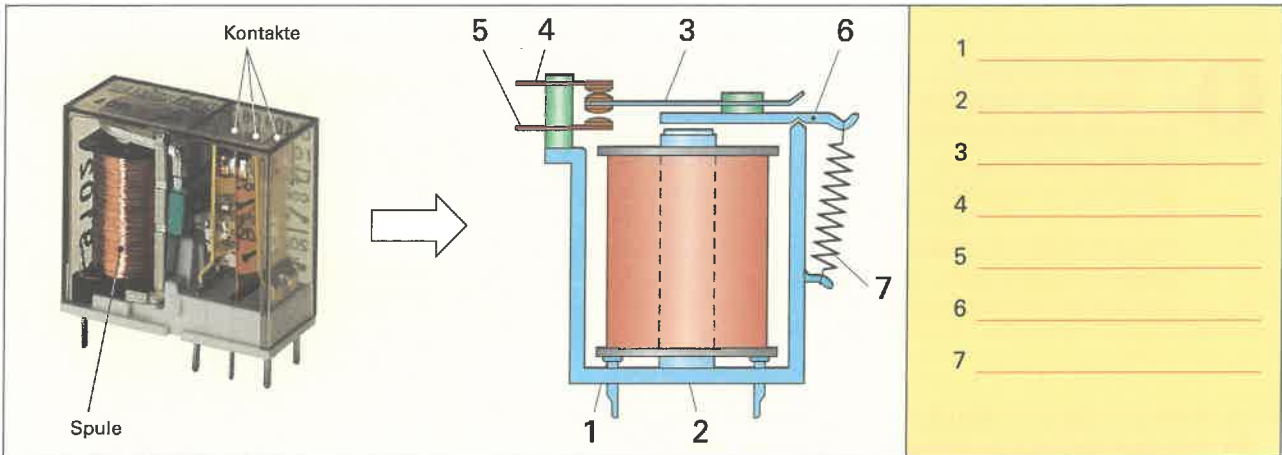

Bild 1: Aufbau eines Relais
4. Benennen Sie die in **Bild 1** nummerierten Teile des Relais.